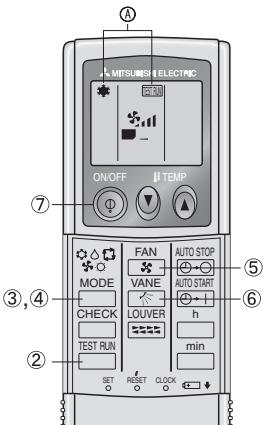

Fig. 7-2
7.2.2. Utilisation de la télécommande sans fil (Fig. 7-2)
- ① Mettre l'appareil sous tension au moins 12 heures avant l'essai de fonctionnement.
- ② Appuyer sur le bouton TEST RUN deux fois sans le relâcher.